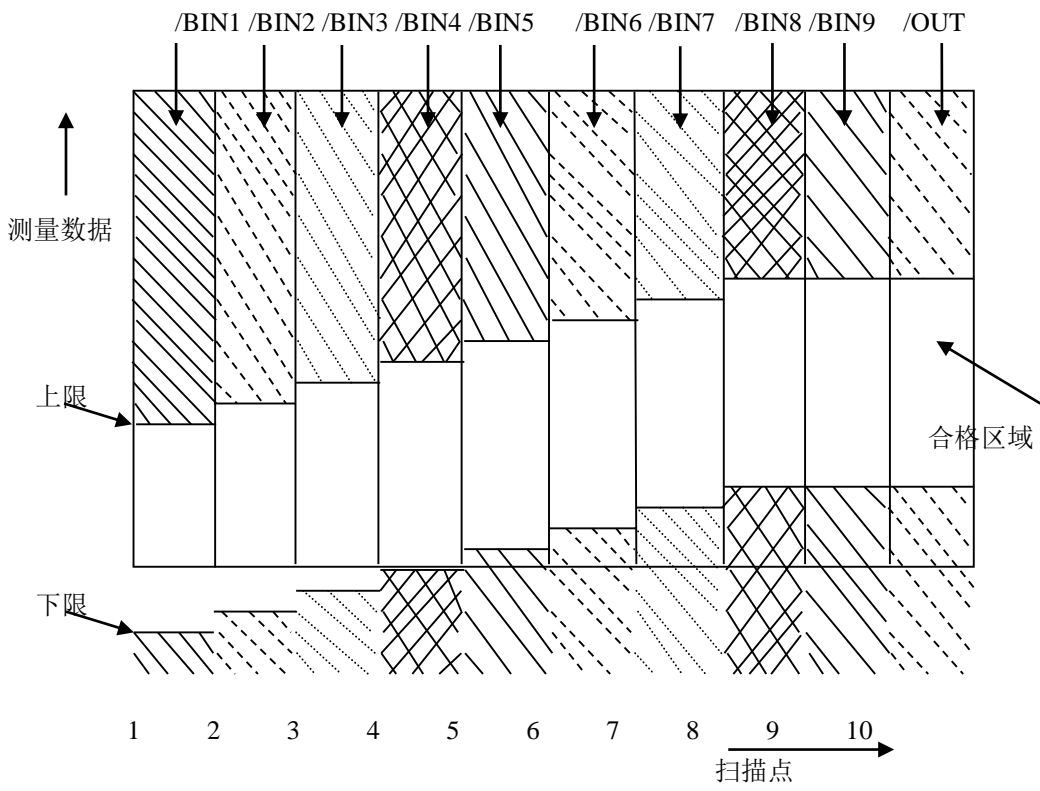

图4 列表扫描比较功能信号区域示例
- /BIN1 - /BIN9 和 /OUT 信号指示为各扫描点的 IN/OUT (合格或超差) 判别。参见图 4。/AUX 信号指示为 PASS/FAIL 判别, (在一次扫描期间列表中有一个或多个不合格)。